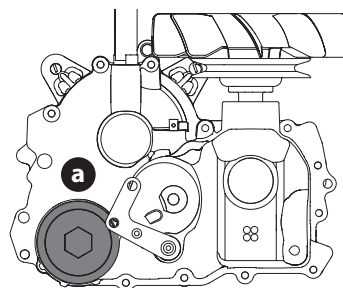

Figura 46
- Coloque un recipiente adecuado debajo de la tapa del filtro de aceite (a) de la transmisión. Retire la tapa del filtro de aceite de la transmisión para drenar el aceite (Figura 46). Extraiga y deseche la junta tórica.
- Coloque el filtro nuevo y ajuste una junta tórica nueva en la tapa del filtro (a) (Figura 46).